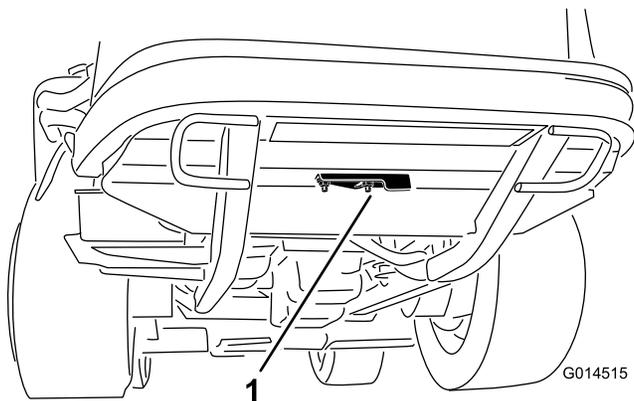

Figura 54
2. Allentate il dado flangiato che fissa il coperchio dell'accesso per la pulizia sotto il telaio posteriore (Figura 54). Ruotate il coperchio di lato per aprire l'accesso per la pulizia nel telaio.